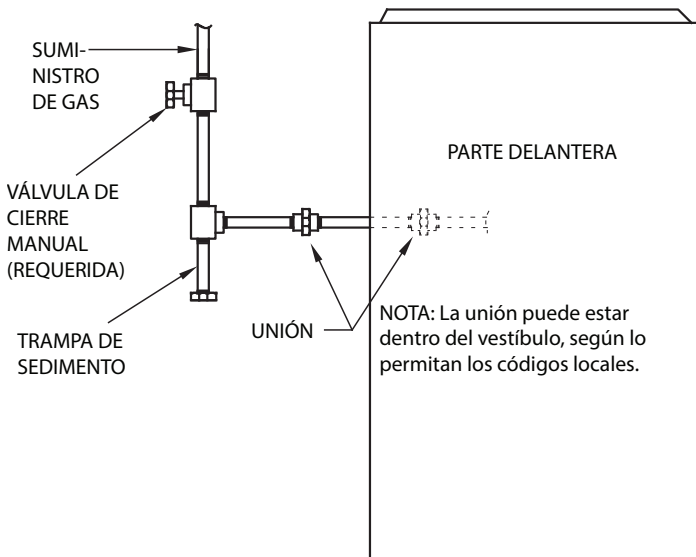

Fig. 32 – Disposición típica de las tuberías de gas
Instale una trampa de sedimentos de manera externa en la tubería que sube al calefactor, como se muestra en la Fig. 32. Conecte una boquilla con tapa en el extremo inferior de la conexión en T. La boquilla con tapa debe extenderse por debajo de los controles de gas del calefactor. Instale una unión a tierra entre la válvula de control de gas del calefactor y la válvula de cierre de gas manual exterior.
5. Fije la caja eléctrica externa a la carcasa del calefactor con dos (2) tornillos para láminas metálicas.
11. Conecte los cables de alimentación y neutro del sitio a los cables de alimentación del calefactor dentro de la caja eléctrica externa, como se muestra en la Fig. 32.